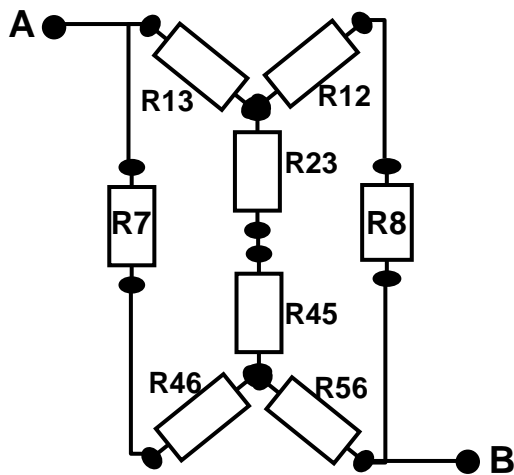
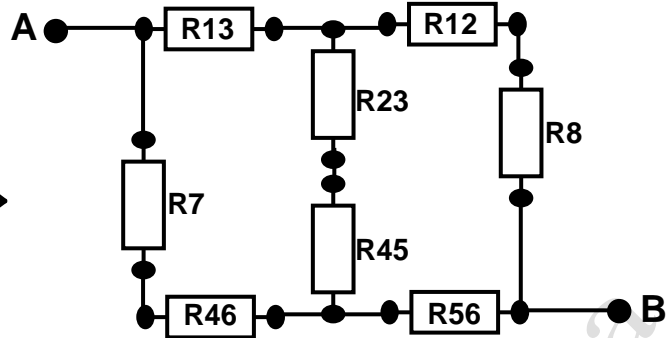

Figura 2
Figura 3
- În prima etapă **transform** *triunghiul* format din rezistoarele **R1, R2, R3** în *stea* și *triunghiul* format din rezistoarele **R4, R5, R6** în *stea*, apoi calculez rezistențele echivalente. În urma acestor transformări se obține rețeaua din figura 2.
Prin aranjarea rezistoarelor în rețeaua din figura 2 se obține rețeaua din figura 3.
- În rețeaua din figura 3 grupez și calculez rezistența echivalentă a următoarelor rezistoare(serie): **R12 și R8** ; **R23 și R45** ; **R46 și R7**. Se obține rețeaua din fig. 4.